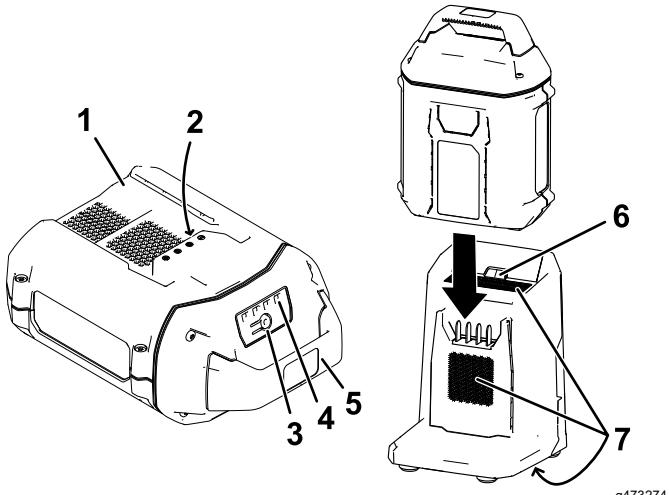

Bild 20
2. Fließen Sie das Loch im Akkupack (Bild 20) mit der Zunge am Ladegerät aus.
3. Schieben Sie den Akkupack in das Ladegerät, bis es einrastet (Bild 20).